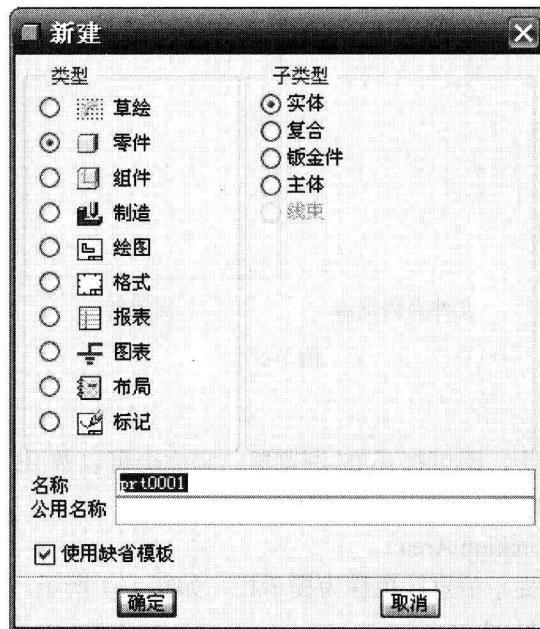

图 1-7
单击“新建 (New)”按钮将弹出工作模式选择框，选定一种工作模式，并输入文件名（不支持中文输入），单击“确定”按钮进入指定的工作模式界面窗口，如图 1-7 所示。
选择菜单“文件→新建（File→New）”命令，将弹出如图 1-7 所示的对话框，在该对话框中可选择不同的工作模式。
(1) 双击桌面图标(或在“开始”菜单中选择该程序快捷方式)进入Pro/E的工作界面,选择菜单“文件→新建”命令,弹出如图1-7所示的对话框,接受类型为默认的零件,子类型为实体,输入模型文件名称“1-1”,单击“确定”按钮。